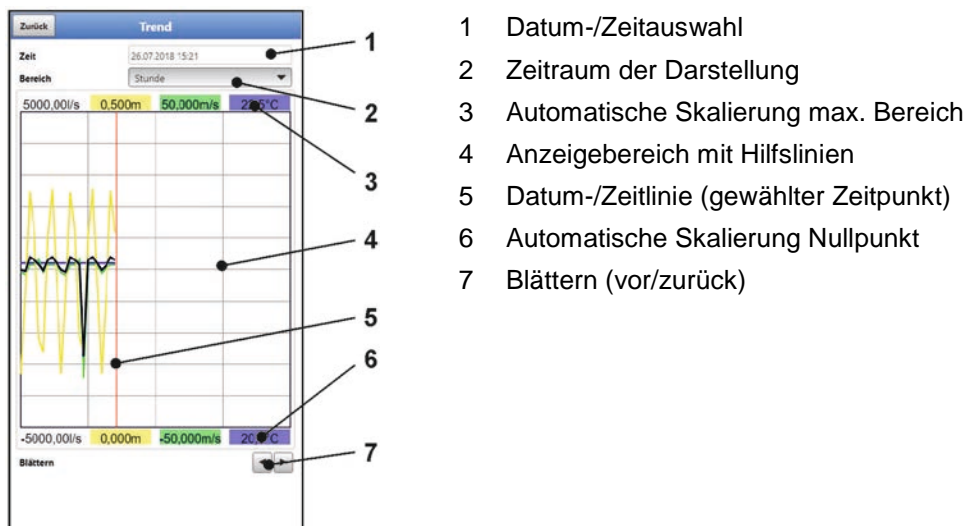
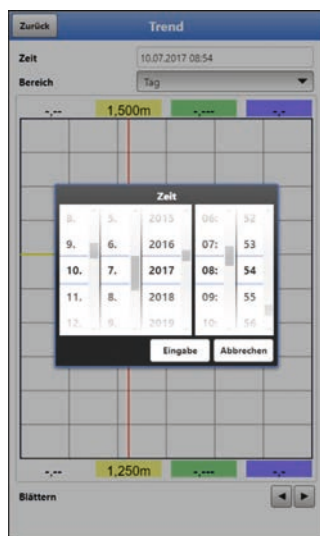

Abb. 37-2 Darstellung Trendanzeige
Abb. 37-3 Auswahl Datum/Zeit
1. Gewünschten Bereich (Zeitraum der Darstellung; Abb. 37-2 Pos. 2) auswählen. Der ausgewählte Bereich wird dargestellt. Während der Darstellung erfolgt keine automatische Aktualisierung der Messdaten.
2. Bei Bedarf mit den Pfeilen (Abb. 37-2 Pos. 7) vor- und zurückblättern bei gleicher Grundeinstellung der Darstellung.
Beim Öffnen des Trend-Menüs werden das aktuelle Datum und die aktuelle Uhrzeit angezeigt. Wenn historische Messdaten bzw. ein spezieller Zeitpunkt angezeigt werden sollen, kann das über die Datum-/Zeitauswahl (Abb. 37-2 Pos. 1) eingestellt werden. Hier öffnet sich die nachfolgend abgebildete Auswahlmaske (Abb. 37-3). Wenn ein Startdatum gewählt ist, werden (abhängig vom eingestellten Bereich) die Messdaten im darunterliegenden Anzeigebereich dargestellt.